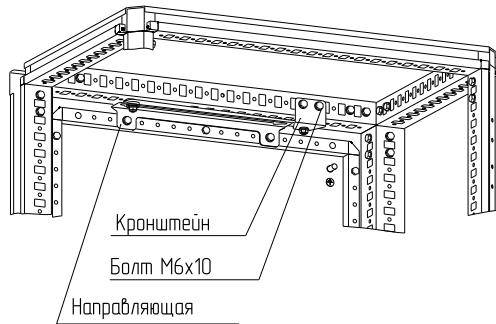

Рисунок 71
4.38.2 Закрепите кронштейн ограничителя на крыше болтами M6×10 (рисунок 71).